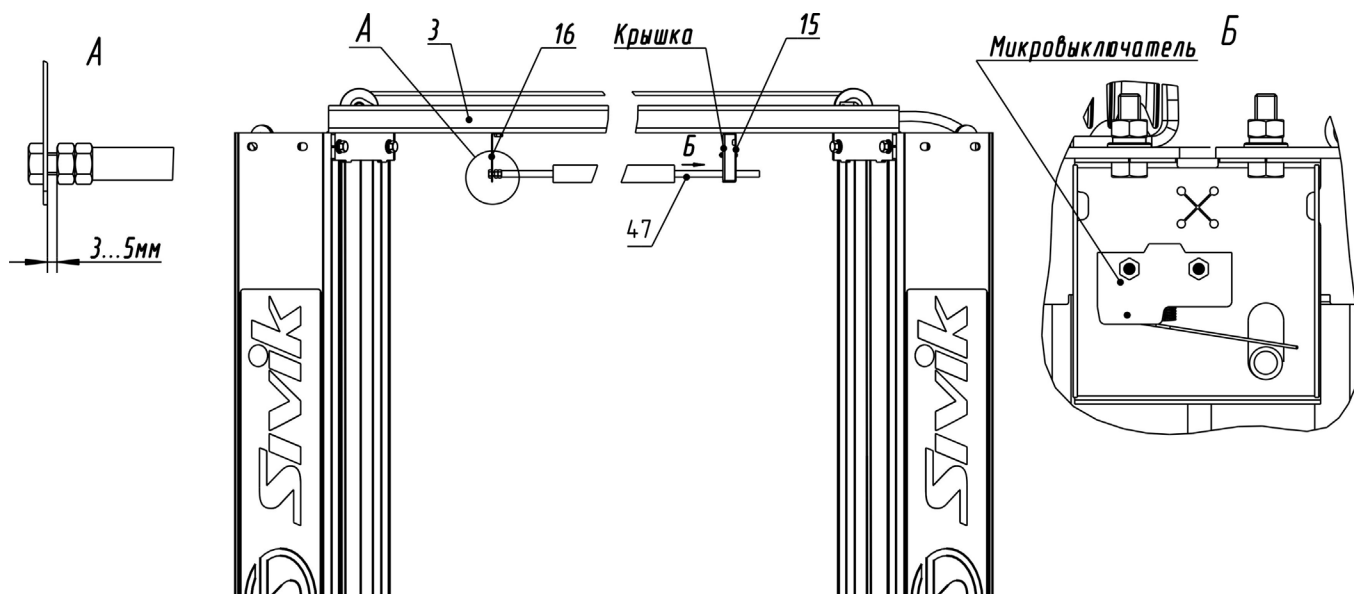

Рисунок 6.7 – Системы автоматического отключения привода насосной станции при касании автомобиля ограничительной дуги
6.12.2 Установить на перекладину 3 кронштейны 15 и 16 с помощью болтов М8х25, шайб d8, шайб d8 пружинных и гаек М8. Для установки кронштейна 15 временно снять крышку (рисунок 6.7). Ограничительную трубку 47 продеть через кронштейн 15 (при этом флажок микровыключателя должен быть над ограничительной трубкой) (рисунок 6.7 вид Б). Другой конец ограничительной трубки закрепить с помощью болта М8х25 и контргайки М8, выдержав зазор 3...5мм между контргайкой и кронштейном 16 (рисунок 6.7 вид А). Короткий кабель, выходящий из кронштейна 15 соединить с длинным кабелем, идущим в пульт управления. Кабель с помощью пластиковых хомутов закрепить к рукаву так, чтобы кабель не касался системы тросов.